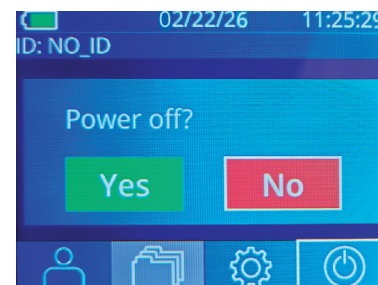

Fig. 44
- Passare alla schermata iniziale e selezionare l'icona **Alimentazione** , quindi selezionare **Yes** (Sì) per spegnere il dispositivo (Fig. 44).